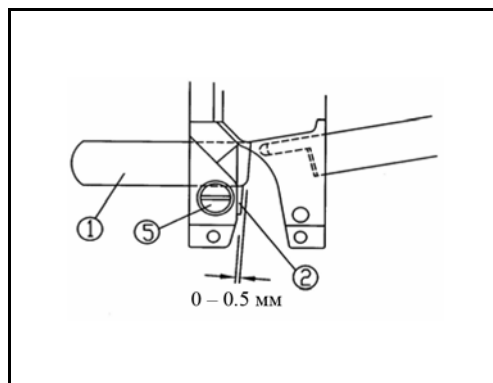

Рис. 19
Для обеспечения стандартного положения нижнего ножа ① установите зазор между верхним концом ножа ① и прижимом нижнего ножа ②, равный 0 – 0.5 мм (Рис. 19).